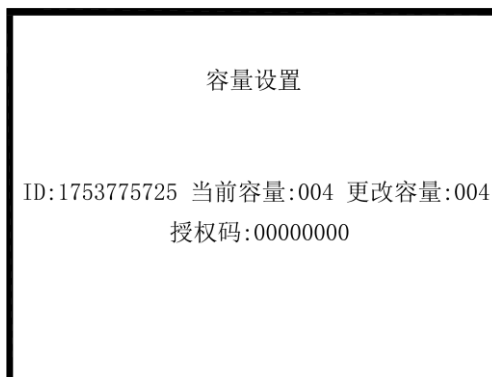

图6-5
6.3 容量设置 按数字“5”，输入密码“119119”，再按确认键。如图6-5